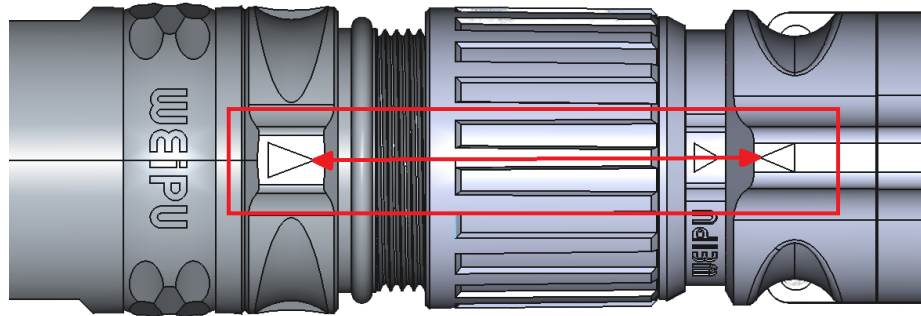

Рисунок 10 – Совмещение направляющих при соединении разъемов
- Установите соединение с роботом, подключив манипулятор к контроллеру робота с помощью кабеля (1). Подключите и закрепите кабель от манипулятора к разъему на нижней панели контроллера робота (см. Рисунок 12), совместив ключи на обеих частях разъема (Рисунок 10).